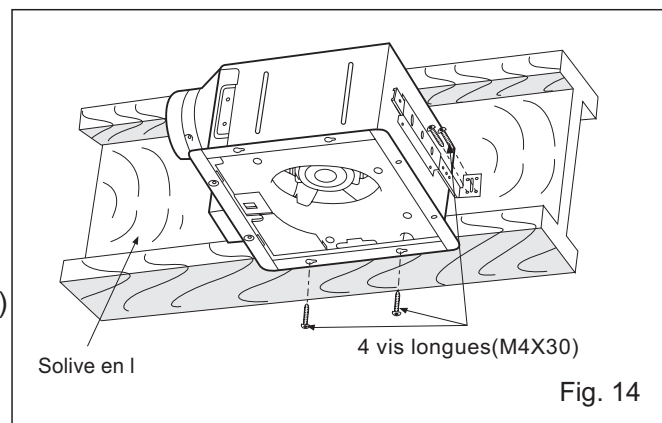

Fig. 14
3. Fixez le boîtier du ventilateur à la solive en I. (voir Fig. 14)